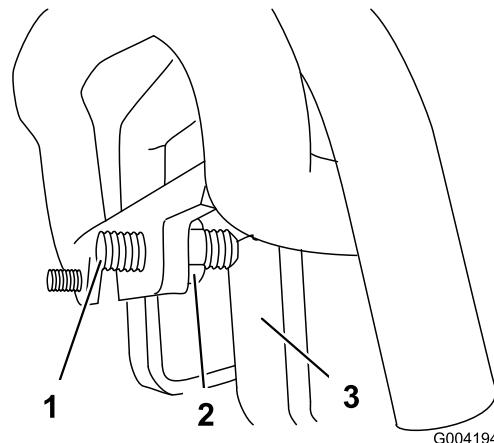

Figura 52
3. Si la unidad de tracción se desvía a la **izquierda**, afloje la contratuerca de la **derecha** y ajuste el tornillo de fijación de desplazamiento en la parte delantera del control de tracción (Figura 52).
4. Si la unidad de tracción se desvía a la **derecha**, afloje la contratuerca de la **izquierda** y ajuste el tornillo de fijación de desplazamiento en la parte delantera del control de tracción (Figura 52).